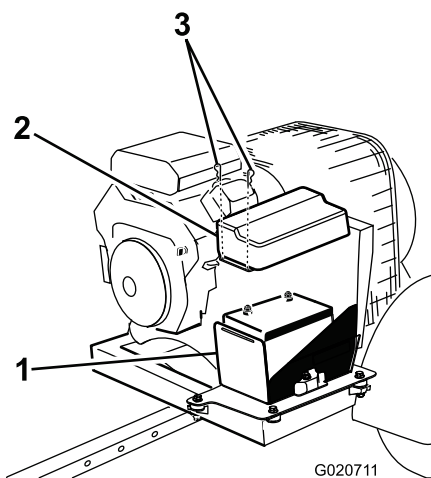

Bild 4
1. Entfernen Sie die Clips, mit denen die Batterieabdeckung am Batteriekasten befestigt ist (Bild 4). Nehmen Sie die Abdeckung vom Gehäuse ab.